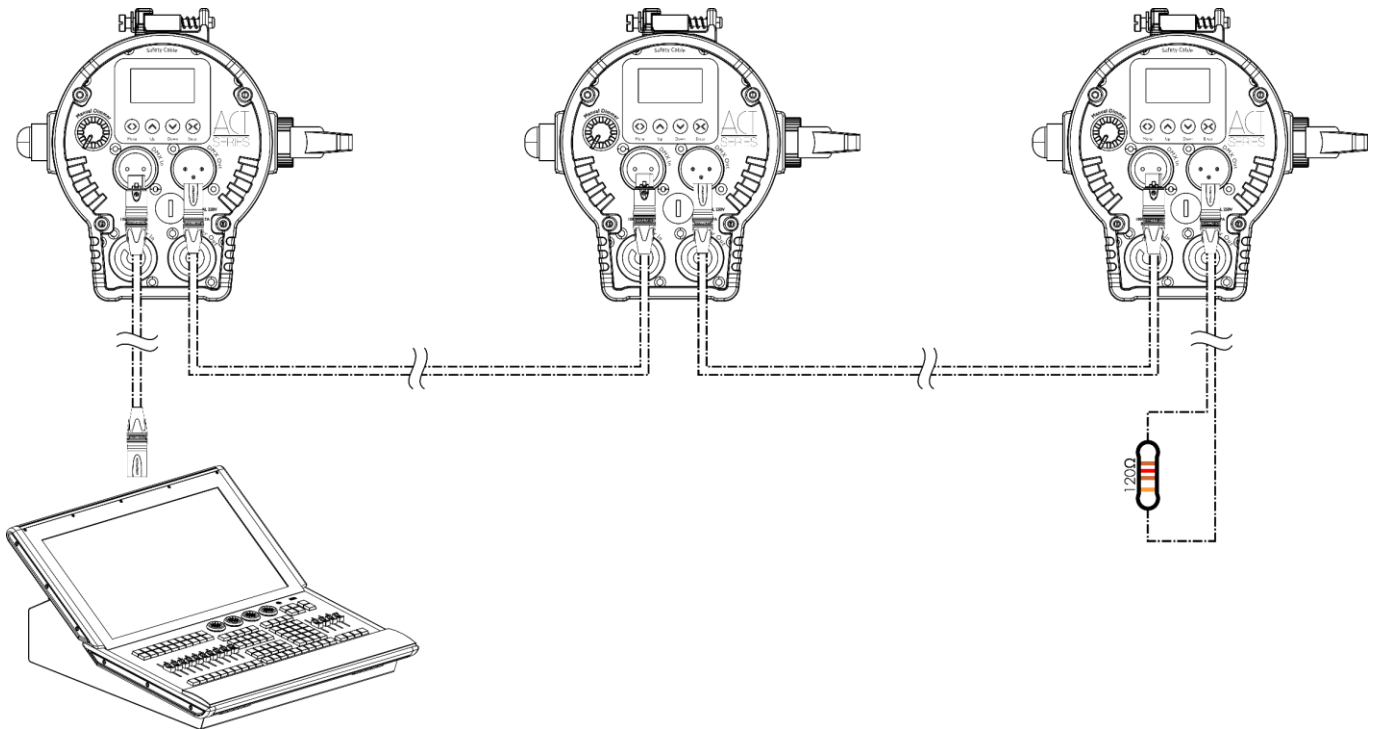

Abb. 13
- 04) Verbinden Sie die Geräte wie in Abb. 13. Schließen Sie einen Lichtcontroller mit einem DMX-Kabel an den Eingang des ersten Geräts. Schließen Sie den Ausgang des ersten Geräts mit einem DMX-Kabel an den Eingang des zweiten Geräts an. Wiederholen Sie diesen Vorgang, um die restlichen Geräte anzuschließen.